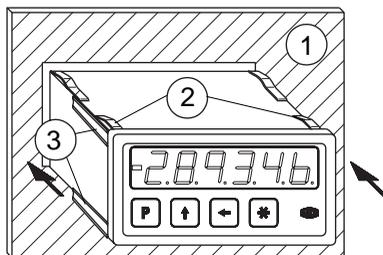

Abb. 1: Einbau EG60
- PE-Verbindung mit 2,5 – 4 mm2 über PE-Anschluss (Bei Einbaugehäuse gemäß Abb. 1 mit Flachsteckhülse 6,3x0,8).